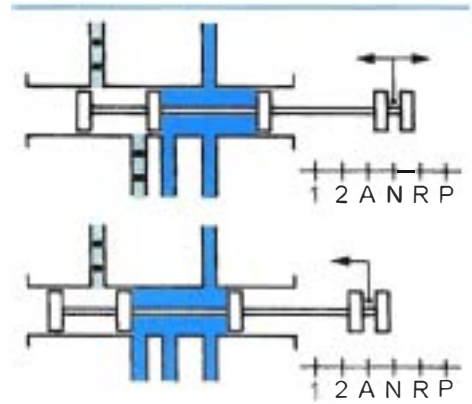

Figure 6.3 • Principe de fonctionnement d'une vanne manuelle ou tiroir de sélection.
• **Vanne manuelle appelée également tiroir de sélection.** Le déplacement du sélecteur manuel provoque le déplacement d'un tiroir hydraulique qui alimente ou met en fuite certains circuits, selon la position qui lui a été donnée (figure 6.3).